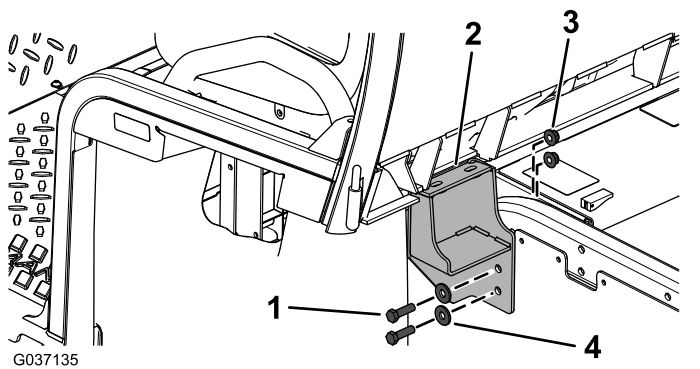

Figura 7
9. Sujete provisionalmente los soportes izquierdo y derecho de la cabina a la máquina con pernos de cabeza hexagonal (⅜" × 1¼"), arandelas (⅜") y tuercas con arandela prensada (⅜"), como se muestra en la Figura 7.
7. Apriete los soportes derecho e izquierdo a 58 N·m (43 pies-libra), como se muestra en la Figura 7.